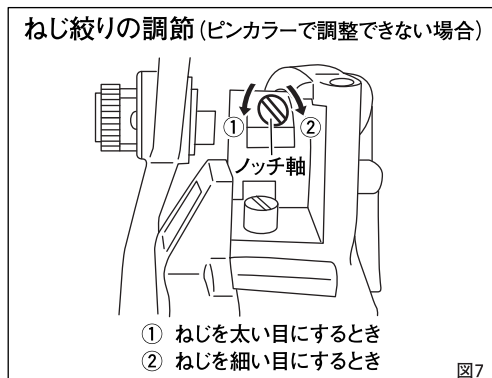

図7
④ ねじ絞りを調整するときは必ずねじゲージをご使用ください。
5. ねじ絞りの調節 (図7)
- ① ノッチ軸を(一)ドライバーで回してください。回す方向は、図7に示された方向で行なってください。